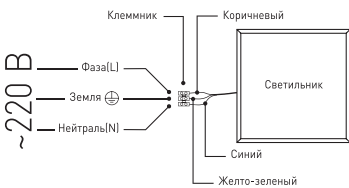
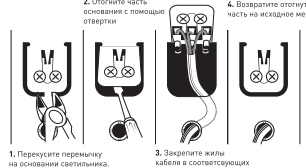

Рис.1. Схема подключения светильника SPO-6-48 к сети 220В.
Рис.2. Схема подключения светильника SPO-6-36 к сети 220В.
3.3.2. Этот провод необходимо подключить к проводу источника питания с помощью внешнего клеммника (в комплект не входит) в соответствии со схемой, изображенной на рис.1; модель SPO-6-36 не имеет вывода проводов, подключение происходит через клеммную колодку в соответствии со схемой на рис. 2.